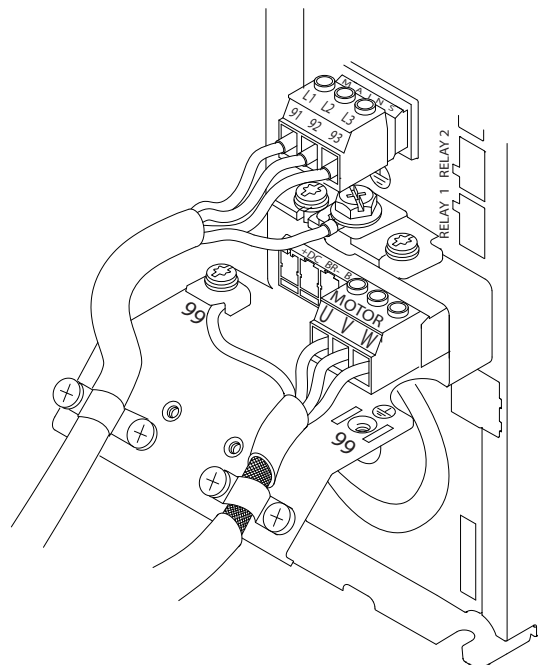

Рисунок 4.7 Пример подключения кабелей двигателя, силовых кабелей и заземления
На Рисунок 4.7 показано подключение сетевого питания, двигателя и заземления для базовых преобразователей
1. Подключите проводку трехфазной сети переменного тока к клеммам L1, L2, и L3 (см. Рисунок 4.7).